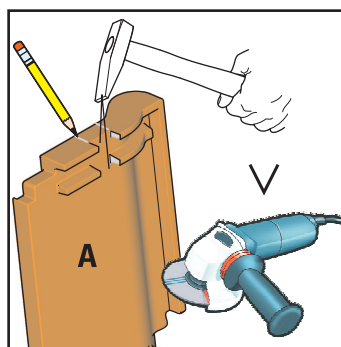

Bild 3-13 Durchtrittsstellen der Dachhaken an den Dachziegeln markieren und Stege der Dachziegel entfernen
15. Die unteren Stege der Dachziegel an den markierten Durchtrittsstellen der Aufdachhaken abschlagen oder mit dem Trennschleifer entfernen (Bild 3-13).